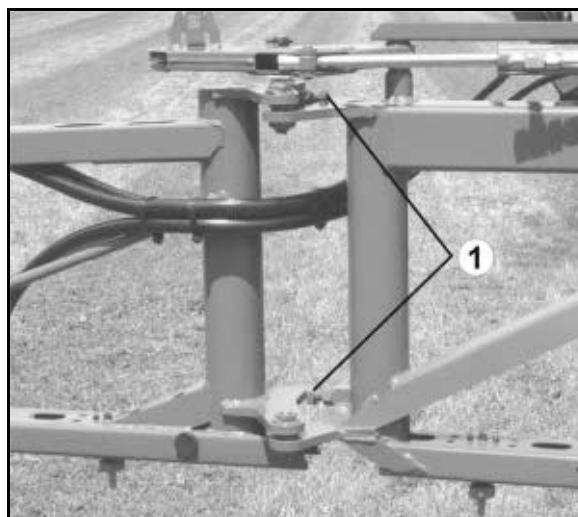

Fig. 127
1. Løsne kontramutteren på stillskruen (Fig. 127/1).